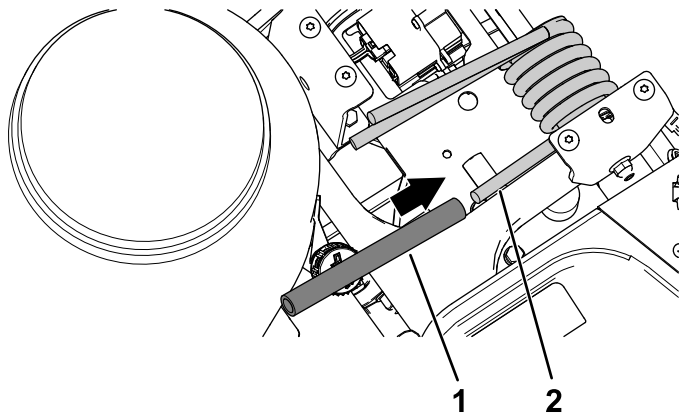

Figure 2
2. Placez le tube de levage de ressort au bout du ressort de torsion (Figure 2).